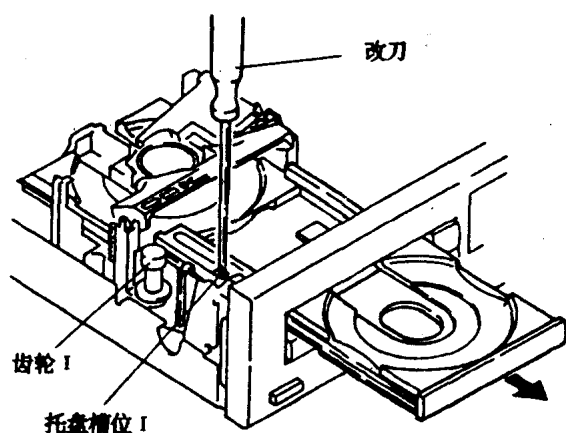

图 1-1-2
(3) 打开托盘 II, 再将改刀插入托盘右边的 II 槽, 方法同上 (如图 1-1-2 所示)。